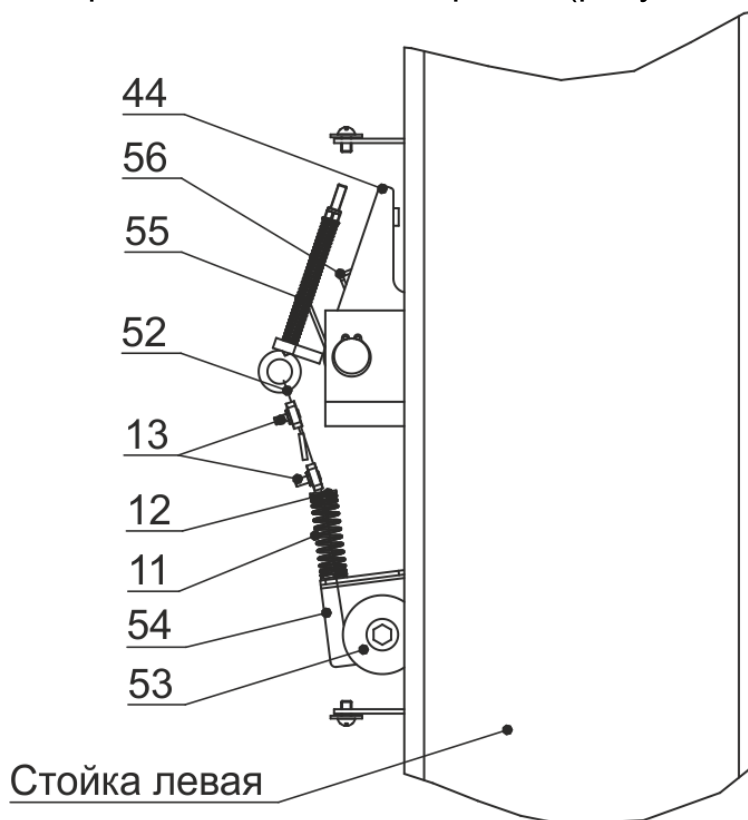

Рисунок 6.4 - Система стопорения кареток
6.6 Установить тросик системы стопорения (рисунок 6.4).